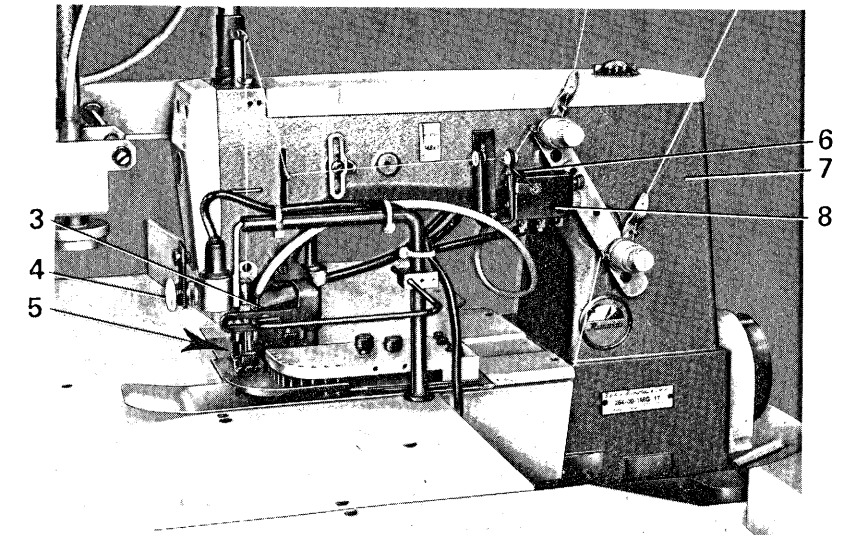

Fig. 2
1) Une tête couseuse 264-00-1MG-17 (7 fig.2) ayant les caractéristiques suivantes:
- 2) Un dispositif casse-fils pour le contrôle de la rupture du fil de l'aiguille (8 fig.2)
- 3) Un dispositif type 183 pour la coupe de la chaînette (5 fig.2)
- 4) Un dispositif type 139 pour le refroidissement de l'aiguille (3 fig.2)
- 8) Un poussoir (4 fig.2) pour la commande des guides mobiles
- 3) Guide en position de travail (seulement pour les unités avec guide mobile). Pour le positionnement dans le guide appuyer sur le poussoir (4 fig.2)
- 3) Guide non inséré (pour l'exclusion du guide appuyer sur le poussoir (4 fig.2)